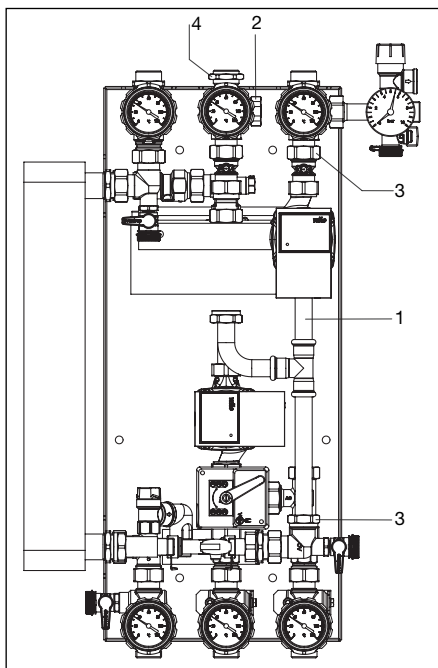

Fig. 5.2 Monter le circuit solaire secondaire
2. Monter les nouveaux composants du circuit solaire (fig. 5.2)